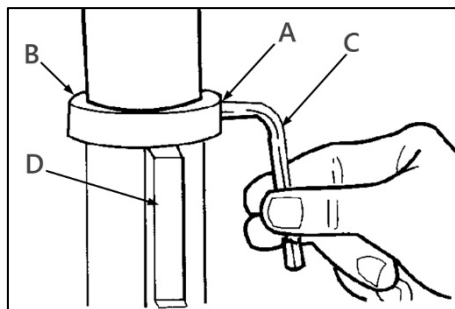
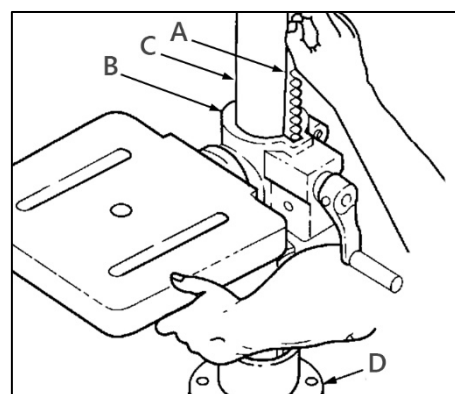

Рисунок 3.
Рисунок 5.
Ослабьте установочный винт (A) (рис. 3) на зажимном кольце (B) при помощи шестигранного ключа 3 мм (C), снимите кольцо и зубчатую рейку (D) с колонны.
Установите зубчатую рейку (D) так, чтобы ее длинный гладкий конец смотрел вверх (рис. 3), в таком положении вставьте ее в паз кронштейна (B) стола (рис. 5). Соедините зубчатую рейку (A) с шестерней, расположенной внутри паза, в зацеп. Удерживая зубчатую рейку (A) и кронштейн (B) стола вместе, опускайте их вниз по колонне (C), пока они не упрутся во фланец (D) колонны.
Установите зажимное кольцо (B) (рис. 3), затяните установочный винт (A) при помощи шестигранного ключа 3 мм (C), чтобы зубчатая рейка (D) могла перемещаться при повороте стола влево или вправо вокруг колонны, кольцо должно сидеть на зубчатой рейке свободно, перпендикулярно колонне. Затяните установочный винт так, чтобы только удерживать кольцо на месте, иначе деталь может сломаться из-за высокого давления.